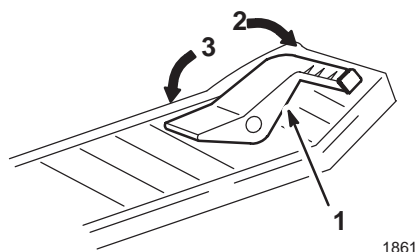

Figure 13
- Posez le pied sur la pédale de déplacement et appuyez progressivement sur le haut de la pédale pour avancer ou sur le bas pour faire marche arrière (Fig. 13).